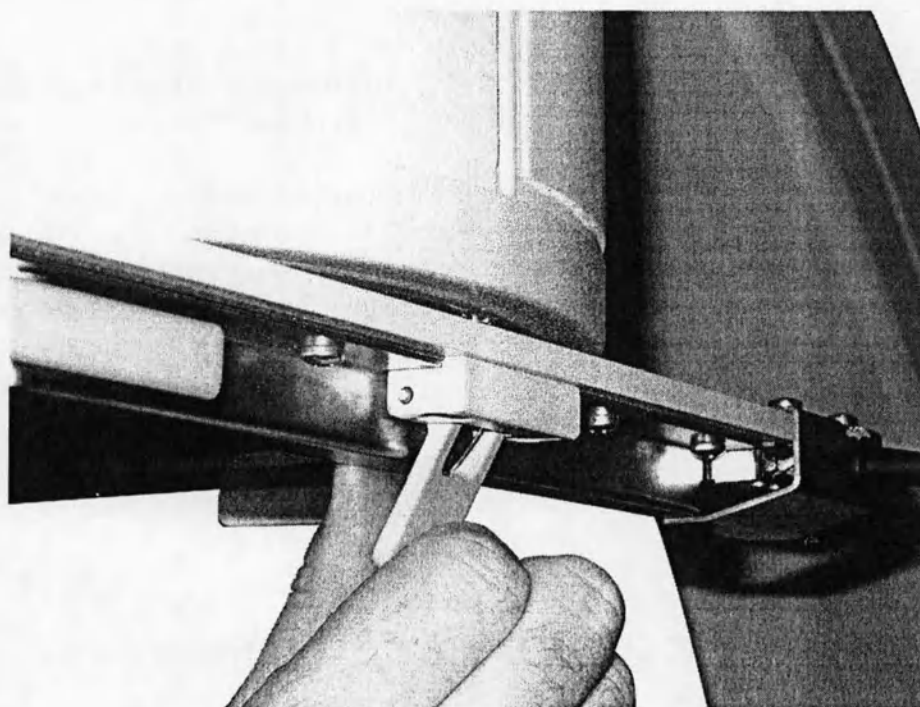

Рис. 2.21. Установка кассетодержателя. Фиксация защелки.
- Удерживая рамку в положении фиксации, **нажмите пальцем (пальцами) другой руки на рычаг** защелки (рис.2.21).